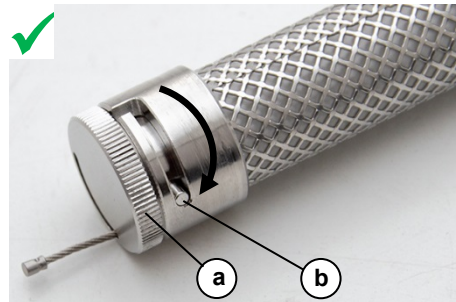

Abb. 2 Cleanfinity Filter mit Bajonettverschluss
- ▶ Bei Verwendung des Cleanfinity Filters ist vor dem Einsetzen darauf zu achten, dass das Verschlusselement (Abb. 2, Pos. a) am Ende des Filters korrekt verschlossen ist. Schieben Sie dazu das Verschlusselement (Abb. 2, Pos. a) bis zum Anschlag in den Filter und verriegeln Sie den Bajonettverschluss (Abb. 2, Pos. b) durch Drehen im Uhrzeigersinn, siehe Abb. 2.